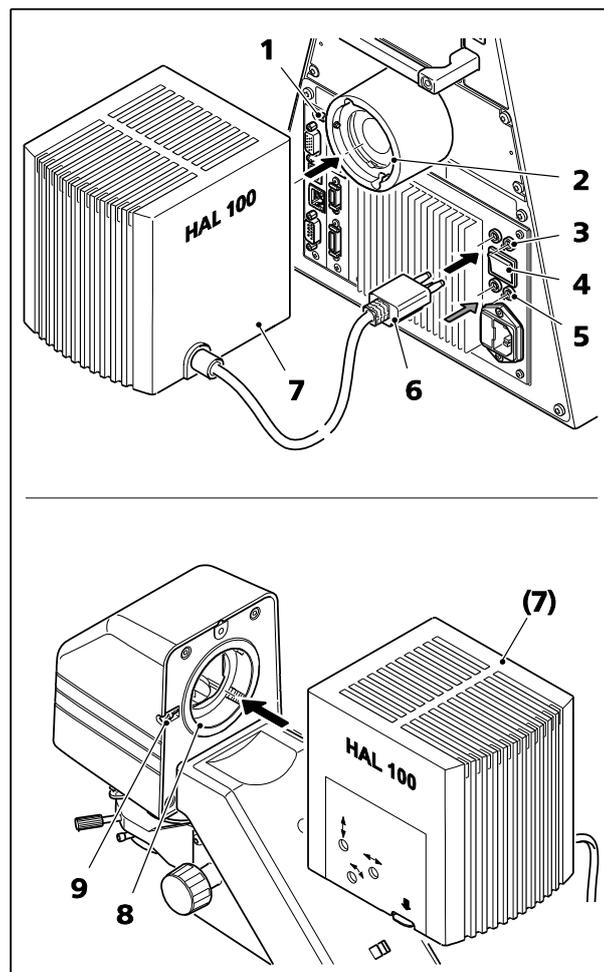
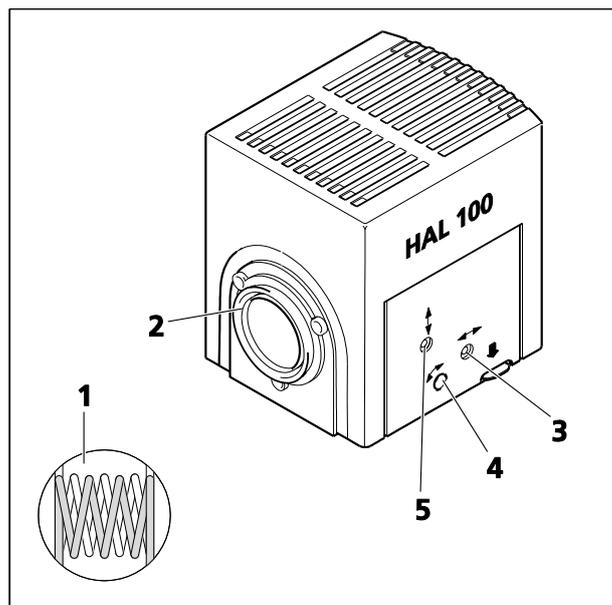
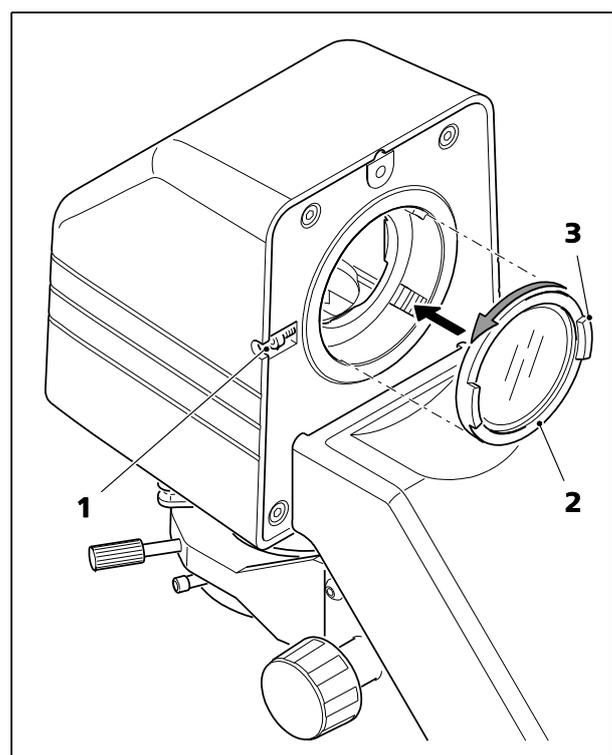

Fig. 50 Installation du dispositif d'éclairage HAL 100
Fig. 51 Réglage du dispositif d'éclairage HAL 100
Fig. 52 Installation/retrait du disque de diffusion
- Insérer la bague à queue d'aronde du boîtier de la lampe (Fig. 50/7) dans la prise correspondante (Fig. 50/8 ou Fig. 50/2) et, à l'aide du tournevis à tête sphérique de 3 mm, la serrer avec la vis de serrage (Fig. 50/1 ou Fig. 50/9).
- Insérer la fiche à 3 broches (Fig. 50/6) dans la prise à 3 broches correspondante (Fig. 50/3 pour la lumière transmise ou Fig. 50/5 pour la lumière réfléchie) à l'arrière de l'appareil.
- Placer l'interrupteur à bascule lumière transmise/lumière réfléchie (Fig. 50/4) sur la position souhaitée.
(1) Réglage rapide
- Après avoir desserré la vis de serrage (Fig. 50/1 ou Fig. 50/8), retirer le dispositif d'éclairage halogène (Fig. 51/3) qui est prêt à être utilisé à partir du statif du microscope.
- À l'aide d'un tournevis à tête sphérique de 3 mm, tourner la vis de réglage (Fig. 51/3) jusqu'à ce que les deux images du filament de la lampe semblent aussi nettes que possible sur la surface de projection.
- Tourner ensuite les deux vis de réglage (Fig. 51/4 et 5) jusqu'à ce que le filament de la lampe d'une image remplisse exactement les espaces dans l'image du filament réfléchi (Fig. 51/1).
(2) Réglage précis
- Si nécessaire, desserrer la vis de serrage (Fig. 52/1) et retirer le HAL 100 du support d'éclairage en lumière transmise.
- Dévisser manuellement le disque de diffusion (Fig. 52/2) du support (dans le sens inverse des aiguilles d'une montre). Tenir la tranche du diffuseur par les saillies situées sur le disque (Fig. 52/3).
- Retirer l'oculaire et centrer le filament de la lampe et son reflet sur l'image de la pupille à l'aide des vis de réglage (Fig. 51/4 et 5).
- Tourner les vis de réglage (Fig. 51/3) jusqu'à ce que l'éclairage de l'image visible soit aussi homogène que possible.
- Éteindre le microscope et retirer la fiche (Fig. 50/6) de la prise 12 V/100 W (Fig. 50/3 pour la lumière réfléchie ou Fig. 50/5 pour la lumière transmise). Laisser refroidir pendant environ 15 min.